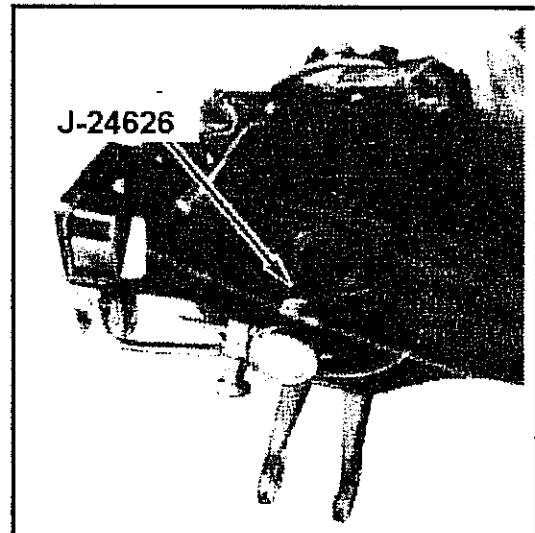

Abb. 7-65 Messen des Radlagerspiels mit Spezialwerkzeug J-24626
- Das Spezialwerkzeug J-244901 auf der Achse anbringen und J-244902 mit Beilagscheibe und Mutter darauf montieren. Die Mutter gegen das Distanzrohr anziehen, wie in Abb. 7-65 gezeigt. Die Achse wird nun durch beide Lager in die endgültige Einbaulage gezogen.